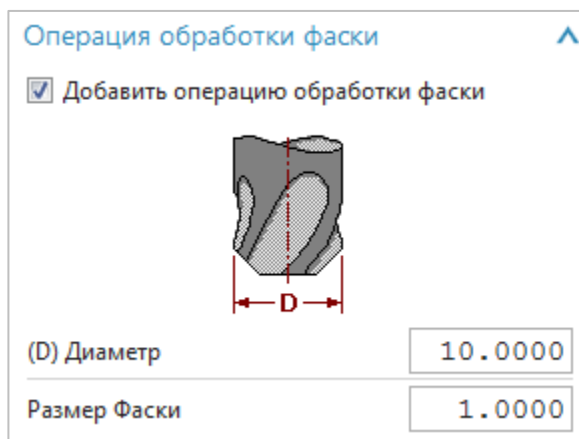

Рис. 3.11. Операция обработки фаски
**Раздел обработки фаски.** В данном разделе имеется возможность создать режущий инструмент для обработки фаски с вводом его диаметра и указать величину обрабатываемой фаски. Тип создаваемого режущего инструмента — фасочная фреза с углом режущей кромки в 45° и нижним радиусом, равным 0 мм (Рис. 3.11).